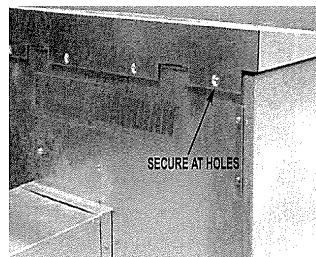

Figura 11
- 11- Centrar la visera exterior sobre la parte superior del cuerpo del generador de tal manera que las pestañas de montaje queden entre los paneles de acceso de la caja y no interfieran en su manipulación. La visera debe ser colocada de tal forma que el agua, hielo o nieve escurran hacia el lado contrario de la salida del ventilador. Posteriormente usando un destornillador con punta de cabeza hexagonal, asegurar la visera con ocho tornillos autorroscantes de 8x1/2, cuatro en el frente y cuatro en la parte trasera (Figura 11).